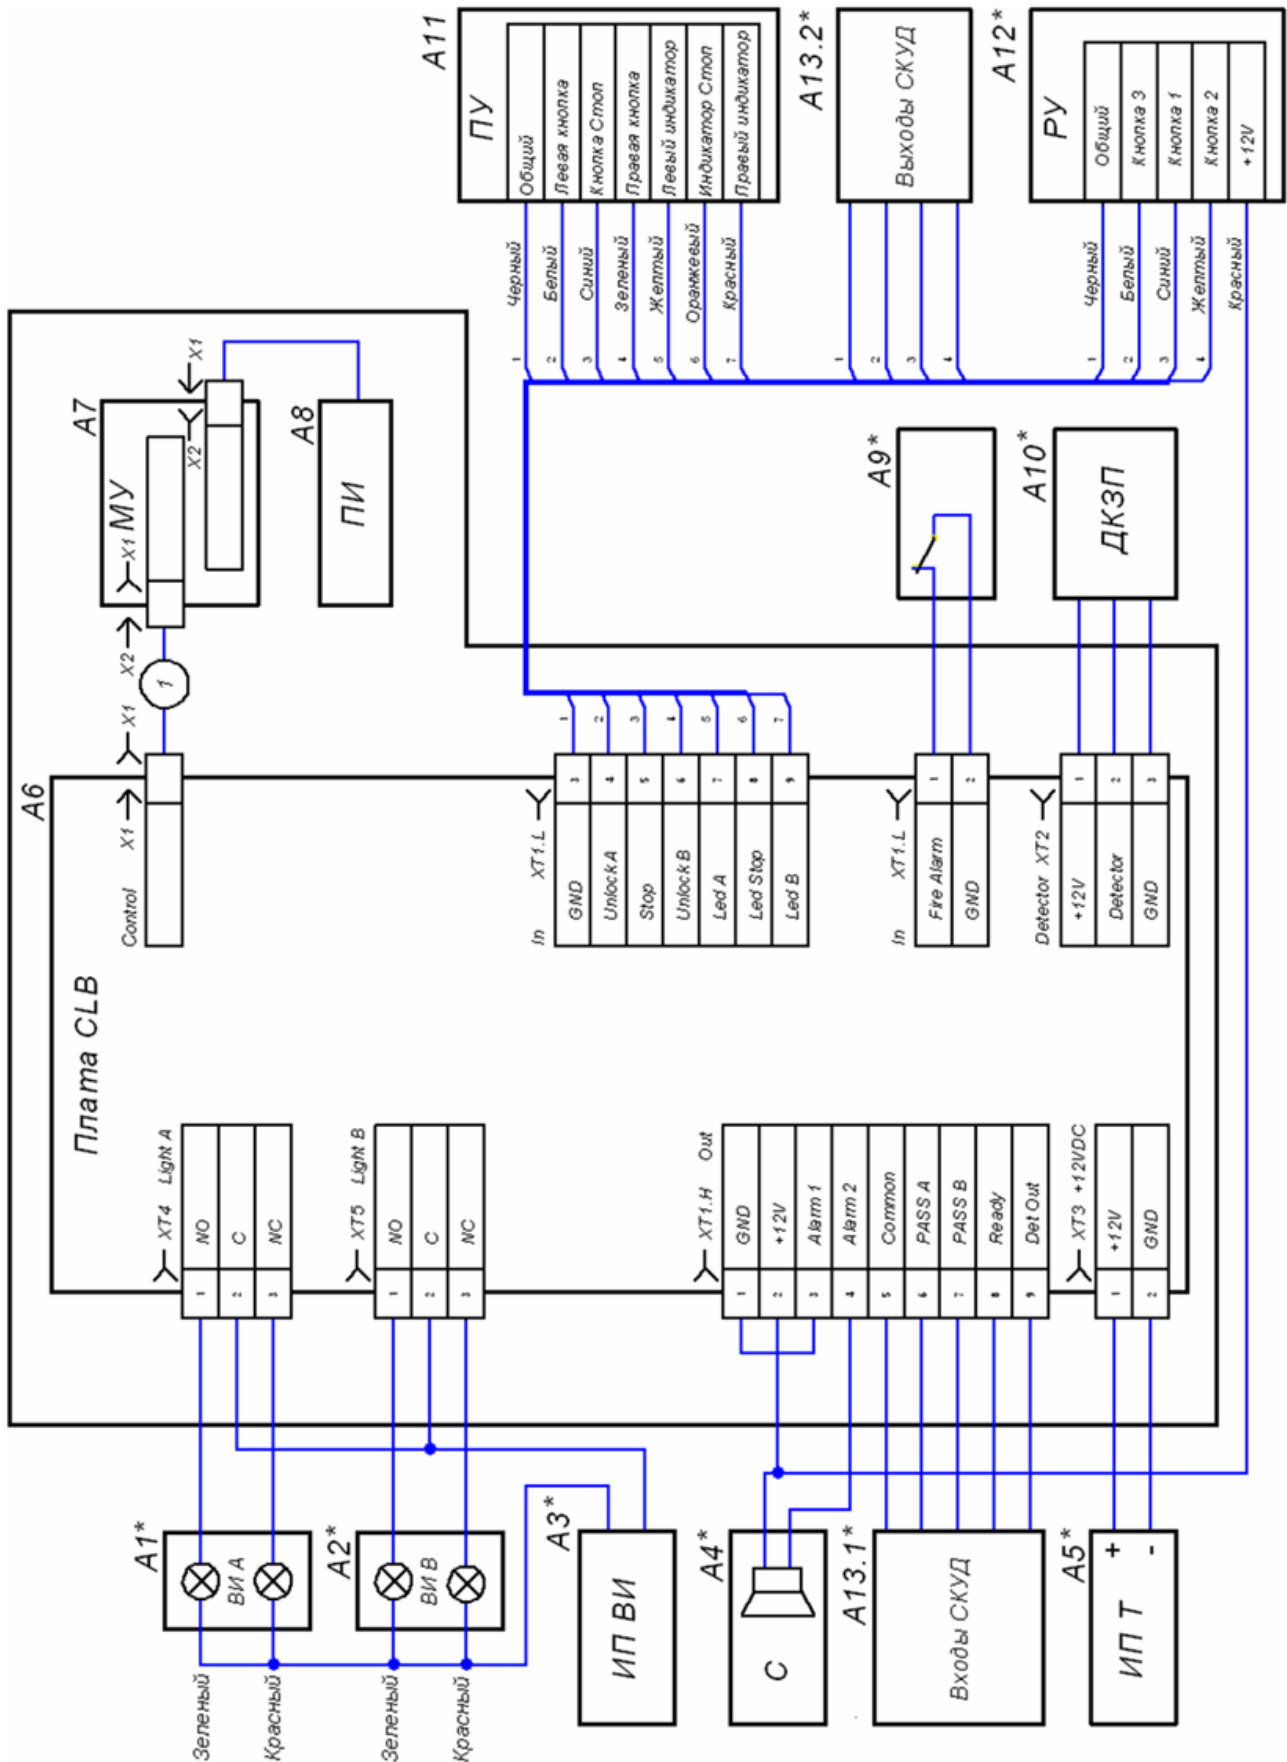

Рисунок 3 Схема электрических соединений
5.2.3 Пульт управления/устройство радиуправления/контроллер СКУД (10) и источник питания турникета (8) подключаются к плате CLB кабелями (9 и 11) в соответствии со схемой электрической соединений (см. рисунок 3).